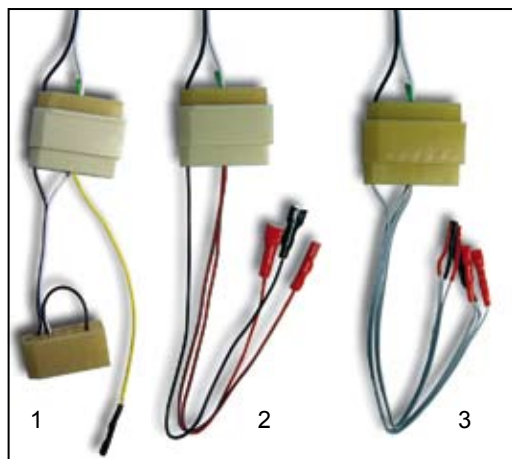

Рисунок 6. Подключение переходников к кабелю питания комбинаций приборов:
6.1.5 Подключить кабель питания комбинаций приборов с помощью соответствующего универсального переходника (если необходимо) к точкам питания комбинации рисунок 6. Контакты «мама» с изоляцией красного цвета имеют напряжение +12В, контакты с черной изоляцией: «корпус» GND.